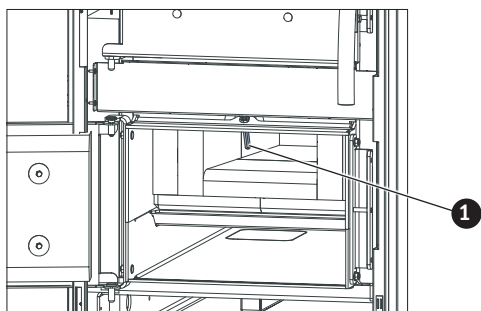

Fig. 37 Pulire la sonda Thermocontrol
- Pulire la sonda Thermocontrol dalla cenere volatile con un pennello o un panno morbido – Fig. 37.